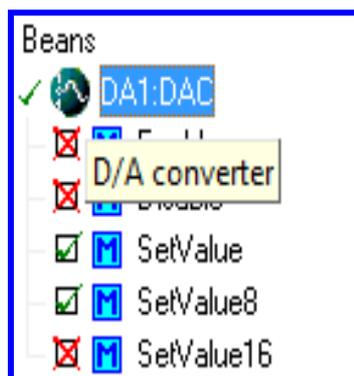

Figura 4.96 Funciones habilitadas del DAC.
8.- En la siguiente ventana (Figura 4.96) podremos observar las funciones habilitadas en el DAC, estas permitirán realizar el código que genera la señal exponencial.